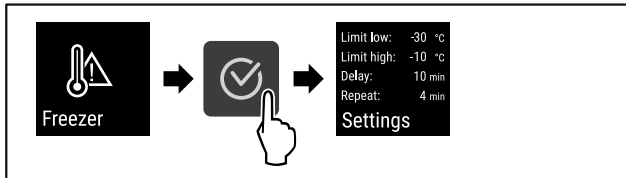

Fig. 138
- ▶ Følg anvisningene (se Fig. 138) .